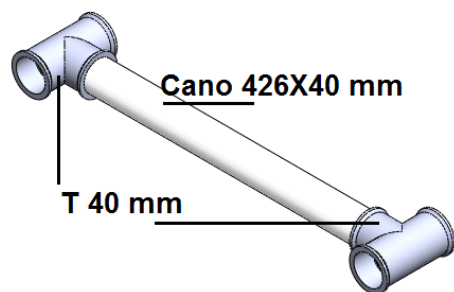

Figura 17. Montagem dos módulos – Módulo 4 – Passo 1
- Passo 1: Junte o cano de 426X40 mm e as 2 conexões “T 40 mm”, como mostrado na figura 17 (1 unidade);